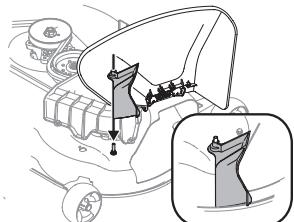

Figure 4
- Pour les plateaux de coupe moulés de 50 po, placez l'adaptateur du déflecteur sur la cheville. Voir Figure 4.